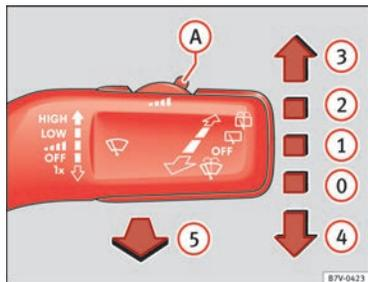

Fig. 65 Utilisation de l'essuie-glace.
- Appuyez sur le levier de l'essuie-glace brièvement vers le bas ⇒ fig. 65 ④.